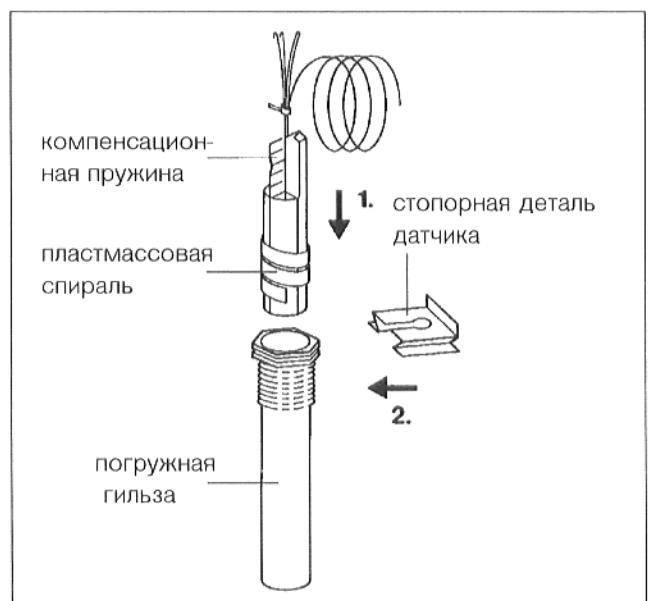

Рис. 19
- Вставить датчик температуры до упора в погружную гильзу. При этом, пластмассовая спираль автоматически отходит назад. Компенсационная пружина также должна быть вставлена в погружную гильзу (рис. 19).
- Прижать стопорную деталь датчика (комплект поставки), сбоку или сверху на головку погружной гильзы (рис. 19).